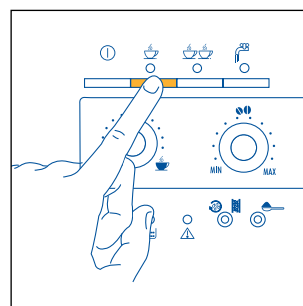
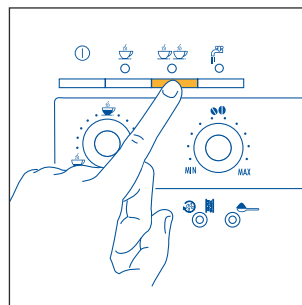

Fig. 12
Fig.13
- 5) Premere il tasto  (fig. 12) se si vuole fare un caffè oppure il tasto  (fig. 13) se si vuole fare 2 caffè. A questo punto la macchina macina i chicchi, esegue una breve pre-infusione e poi completa l'erogazione nella tazza.
NOTA 4: Mentre la macchina sta facendo il caffè, l'erogazione può essere fermata in qualsiasi momento premendo il tasto ☺ (fig. 12) oppure ☺☺ (fig. 13) precedentemente selezionato.
NOTA 5: Appena terminata l'erogazione, se si vuole aumentare la quantità di caffè nella tazza, basta tenere premuto il tasto ☺ (fig. 12) oppure ☺☺ (fig. 13) precedentemente selezionato fino ad ottenere la quantità desiderata (questa operazione deve essere eseguita entro 3 secondi dal termine dell'erogazione).